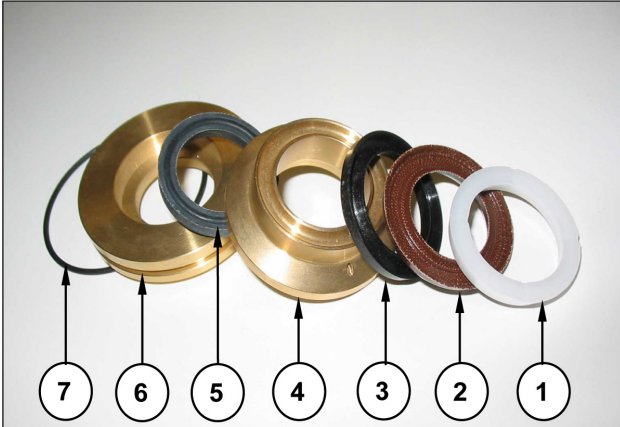

Fig. 28
**Faire attention à l'ordre du désassemblage du lot des joints, comme l'indique la Fig. 28, qui se compose :**